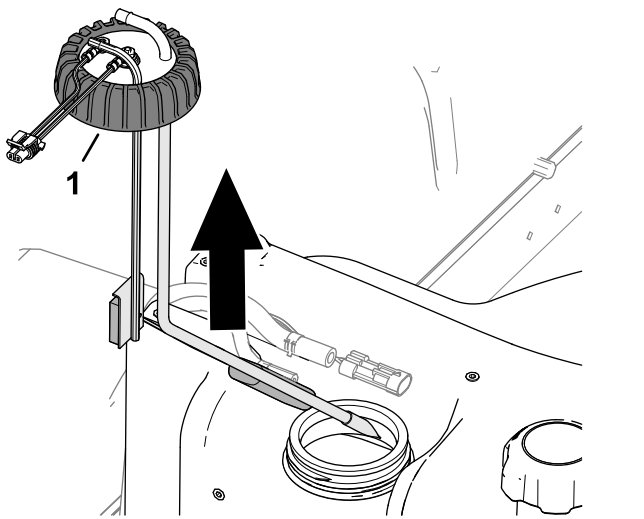

Figura 88
- 5. Afloje el tapón del sensor de combustible (Figura 88).